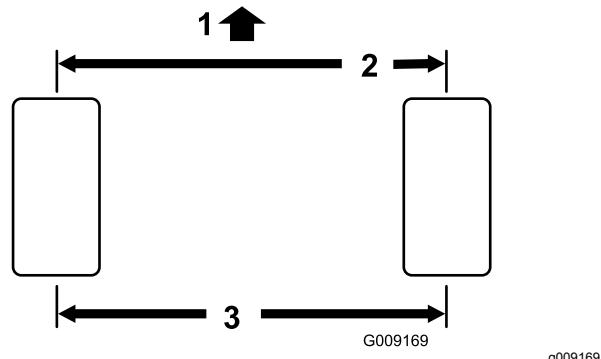

Figure 43
1. Mesurez l'entraxe (à hauteur d'essieu) à l'avant et à l'arrière des roues directrices. Le pincement à l'avant doit être inférieur de 3 mm au pincement à l'arrière (Figure 43).